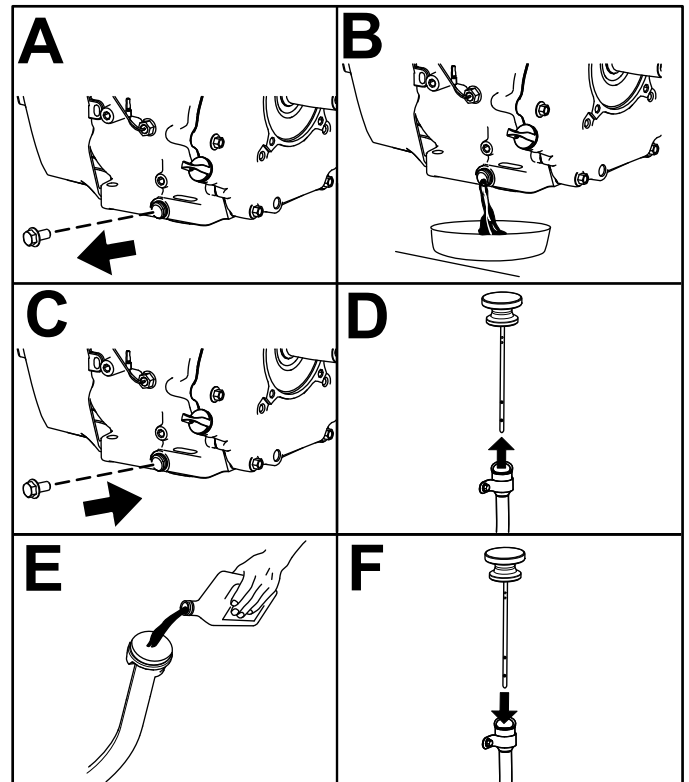

Figura 39
6. Cambiate l'olio motore come mostrato nella Figura 39.